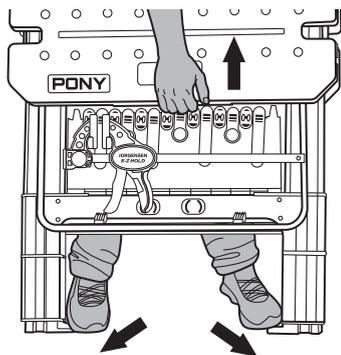

Рисунок 1
2. Наступите на 4 телескопические ножки РАБОЧЕГО СТОЛА обеими ногами одновременно, чтобы поднять РАБОЧИЙ СТОЛ вверх. Убедитесь, что все четыре телескопические ножки выдвинуты и зафиксированы на месте. (Рисунок 1)